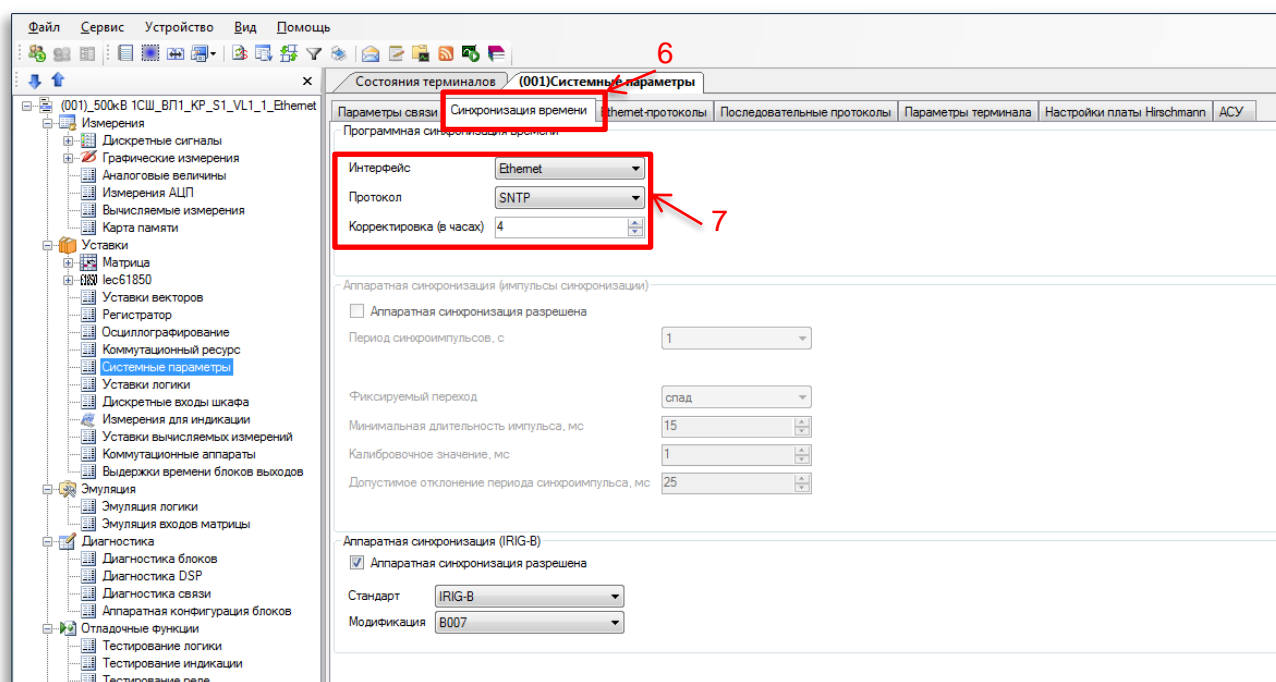

Рисунок 2 – Синхронизация времени
2.1.7 Далее во вкладке **Синхронизация времени** (см. рисунок 2, обозначение 6) выбрать интерфейс **Ethernet** и протокол синхронизации времени **SNTP** (см. рисунок 2, обозначение 7).
не задана, то задать ее в соответствии с часовой зоной, в которой используется терминал. Корректировка используется для установки местного времени при синхронизации терминала в системе UTC (см. рисунок 2, обозначение 7).